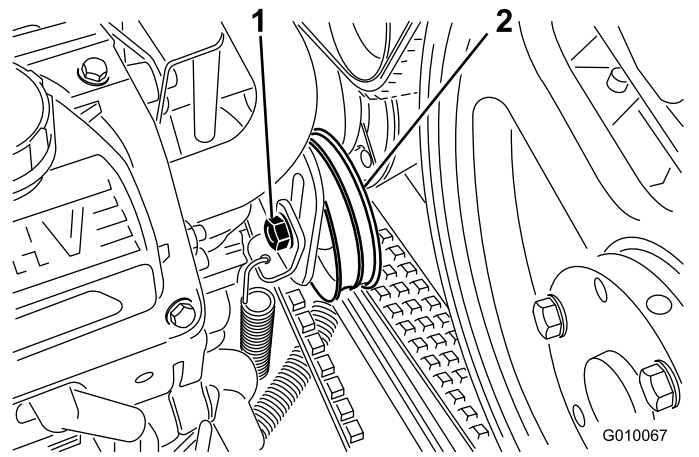

图58
4. 松开泵皮带怠速螺栓，只要能在调节槽中移动即可（图58）。